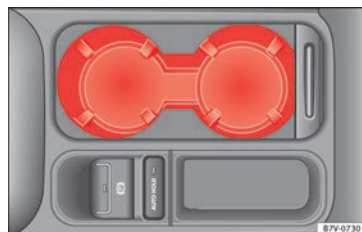

Fig. 114 Consola central delantera: portabebidas.
- Para *abrir*, desplazar la cubierta hacia atrás » **fig. 114**.